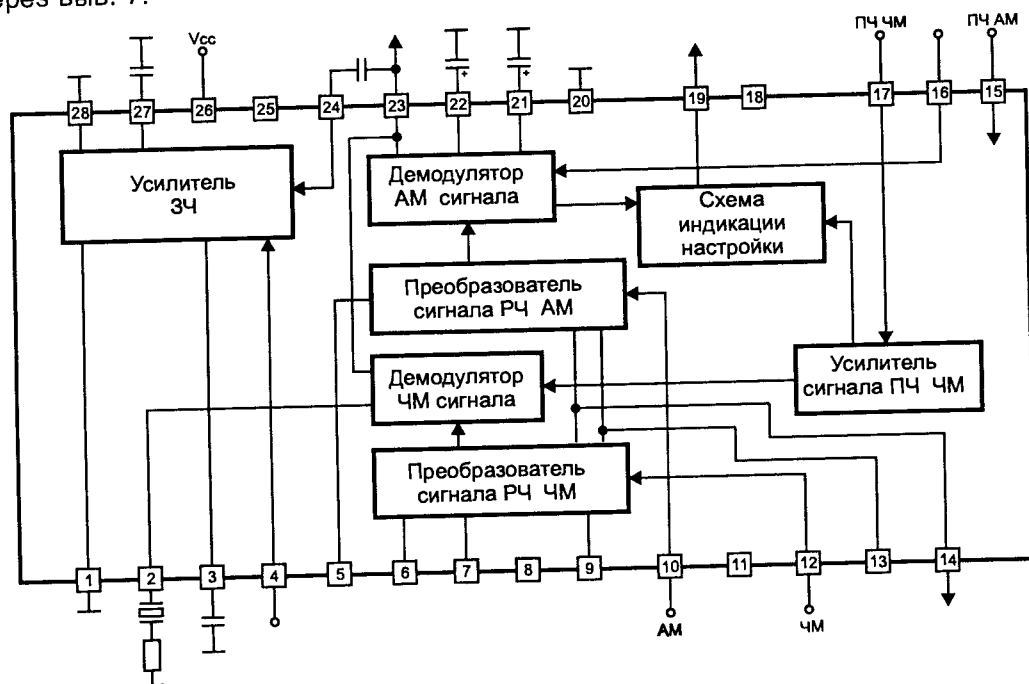

Рис. 6.4. Структурная схема микросхемы CXA1191M
Двухдиапазонный радиоприемник, выполненный на микросхеме IC1 типа CXA1191M (рис. 6.4), построен по супергетеродинной схеме с высокой ПЧ в диапазоне УКВ.
на выв. 12 микросхемы (через конденсатор C22) или в диапазоне СВ (AM) — на выв. 10 микросхемы (через конденсатор C23 и входной контур L1C1). В микросхеме (см. рис. 6.4) каждый из этих сигналов подается на соответствующий преобразователь частоты. Перестраиваемый входной контур УРЧ—ЧМ L2C2 подключен к преобразователю ЧМ через выв. 9 микросхемы, а гетеродинный L3C3 — через выв. 7.